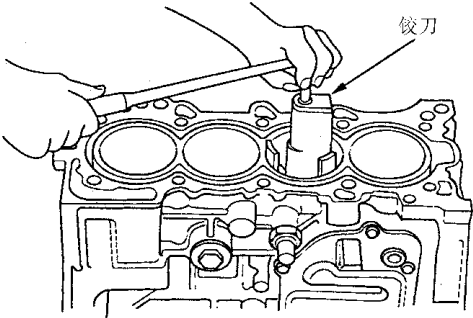

图 2-30 用铰刀去除金属凸起物或积炭
12) 如果在气缸顶部察觉到金属凸起物或积炭，如图 2-30 所示，用铰刀去除它们。按照铰刀厂家的说明操作。如果凸起物不去除，那么在拉出活塞时可能会损坏活塞。